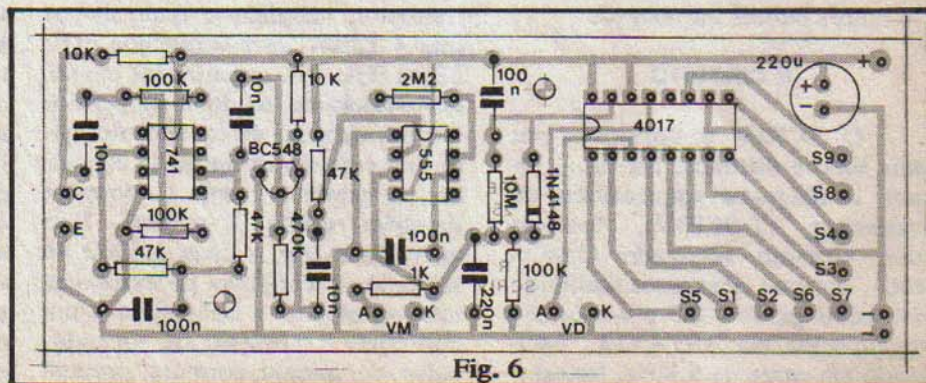

Fig. 6
- Os dois módulos podem, obviamente, compartilhar a mesma alimentação (12V) desde que esta seja capaz de fornecer 40mA (e não mais os 20mA originalmente requeridos por um módulo único - mono...). Na formuletta (fig. 6 da descrição do COVOD), basta substituir o termo "0,022" por "0,04", para obter o eventual valor de resistor limitador, no caso da alimentação ser "roubada" do próprio amplificador ou coisa assim...